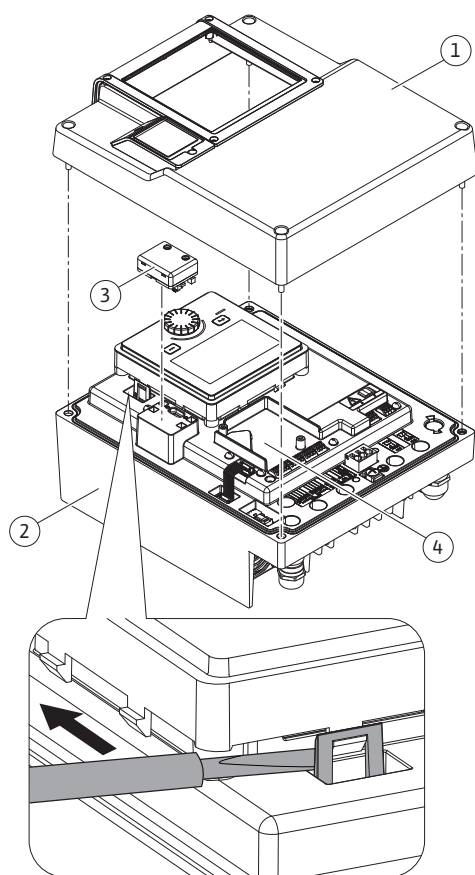
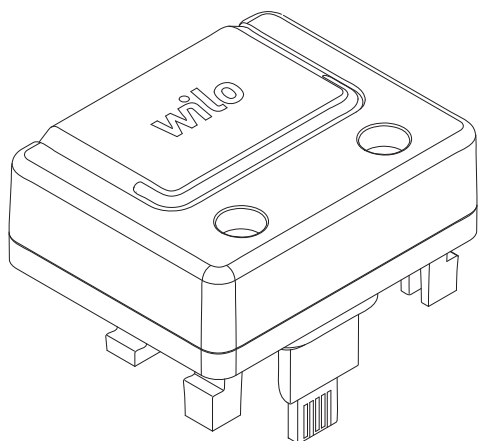

Fig. 25: Module électronique
Fig. 26: Module BT Wilo-Smart Connect
1. Ouvrir avec précaution les crochets d'encliquetage (Fig. 25) à l'aide d'un outil (p. ex. un tournevis).
L'interface Bluetooth du module BT Wilo-Smart Connect (Fig. 25, pos. 3 et Fig. 26) permet d'établir la connexion avec des appareils mobiles, comme les smartphones et les tablettes. L'application Wilo-Smart Connect permet de commander et de régler la pompe, mais également de consulter ses données de fonctionnement. Voir les réglages au chapitre « Mise en service » [► 47].
3. Insérer le module BT Wilo-Smart Connect dans l'interface Wilo-Connectivity Interface prévue à cet effet. Voir Fig. 25, pos. 3.
Les modules CIF (accessoires) servent à établir une communication entre les pompes et la gestion technique de bâtiment. Les modules CIF sont enfichés dans le module électronique (Fig. 25, pos. 4).